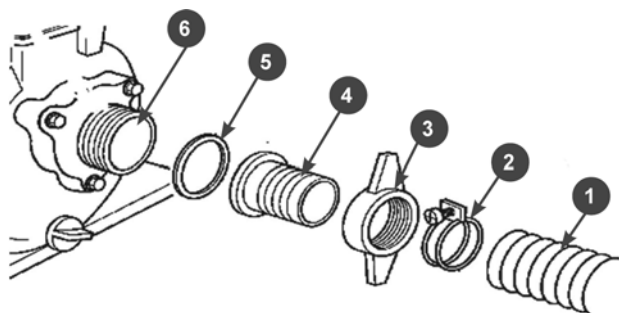

Рис. 4
Установите всасывающий патрубок (4) через уплотнительную прокладку (5) к фланцу насоса (6) и плотно затяните гайку фланца (3) (**Рис. 4**).